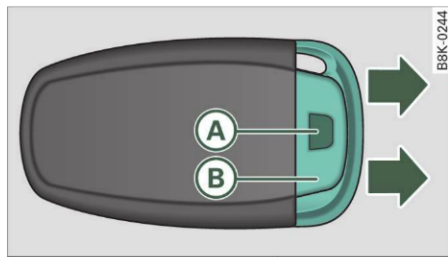

Fig. 20 Cheia cu telecomandă: Scoaterea cheii de urgență
- Apăsați tasta de deblocare (A) ⇒ fig. 20.
- Scoateți cheia de urgență (B) din cheia cu telecomandă.